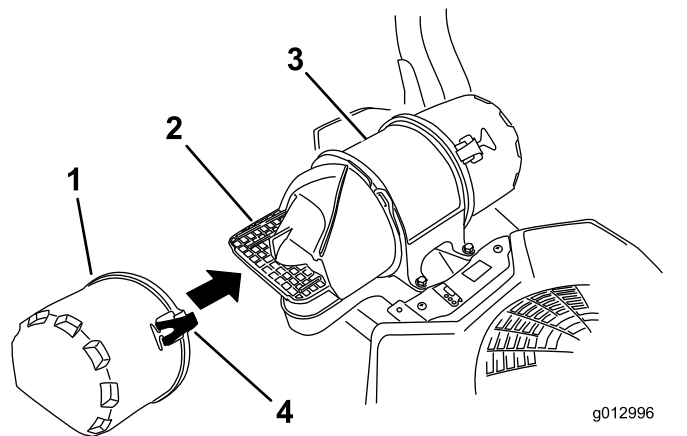

Figure 43
3. Ouvrez les dispositifs de verrouillage du filtre à air et séparez le couvercle d'entrée d'air du boîtier du filtre (Figure 43).
5. Reposez le couvercle d'entrée d'air et fixez-le avec les verrous (Figure 43).